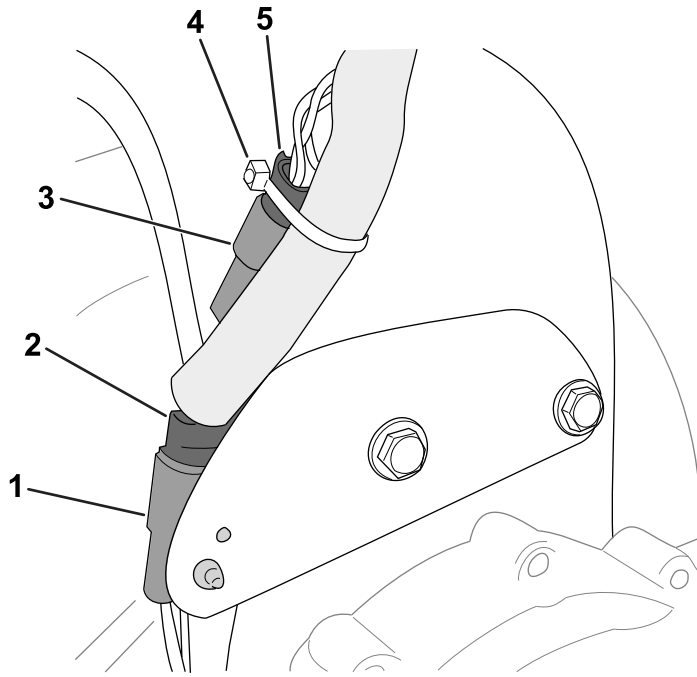

Figure 5
1. Branchez le connecteur à 2 broches du boîtier d'engrenages du moteur sur le connecteur clipsable du support de faisceau (Figure 5).
2. Branchez les connecteurs du moteur sur les connecteurs du faisceau du kit (Figure 5) :
7. Avec un attache-câble, fixez les connecteurs montrés sur la Figure 5 au faisceau du kit.